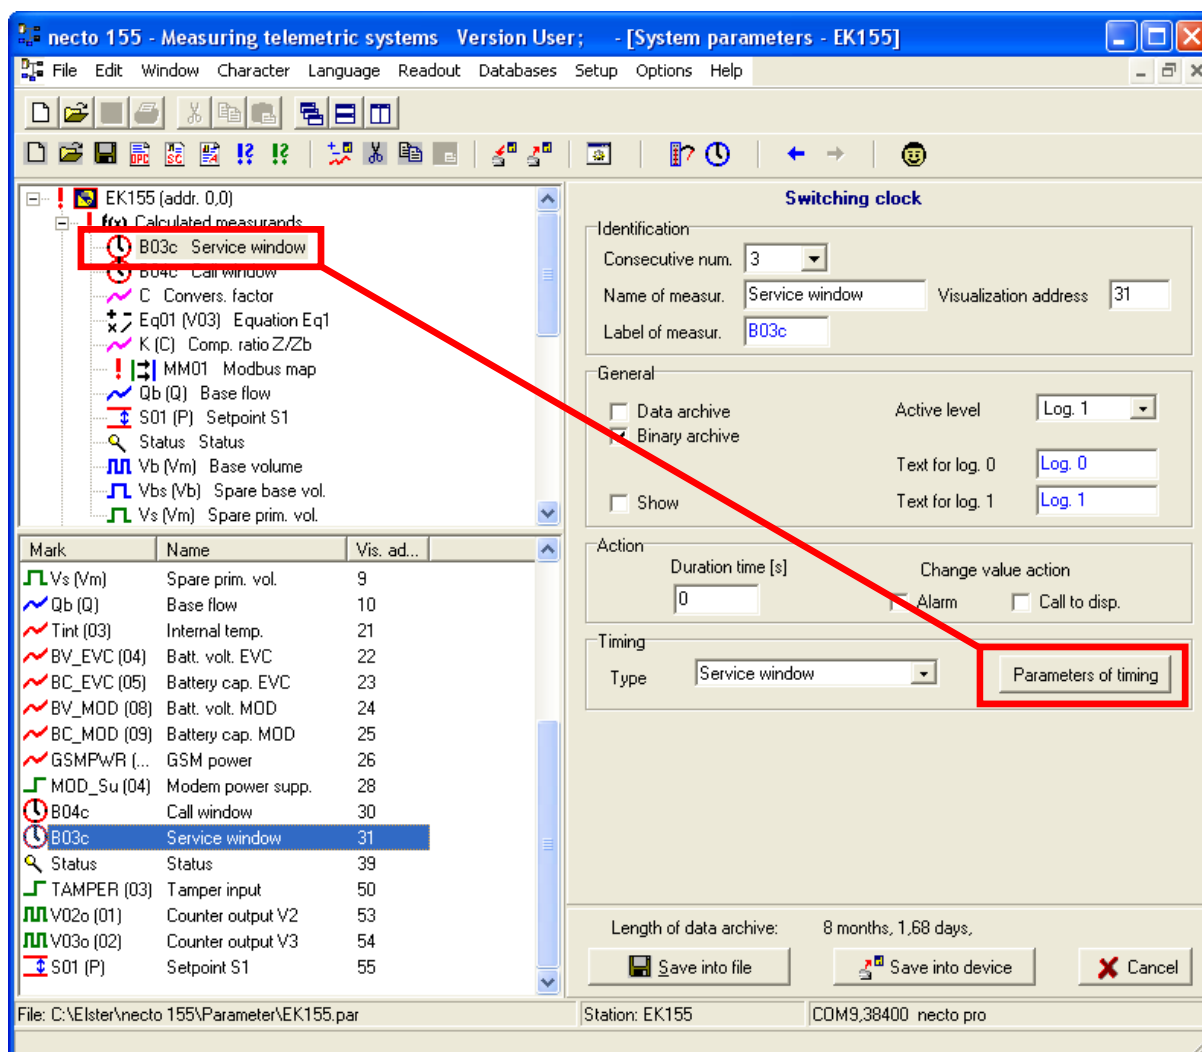

Fig. 55 Impostazione dei parametri della finestra Service
*Selezionare nel menu Parameters sul lato sinistro dello schermo il parametro **"Service window"** (prima si deve fare doppio clic sul parametro **"Calculated measurands"**). L'impostazione dell'ora e della durata dello stato ON è effettuata in una finestra, che appare dopo avere cliccato sulla finestra **Parameters of timing** (vedere Fig. 55).*